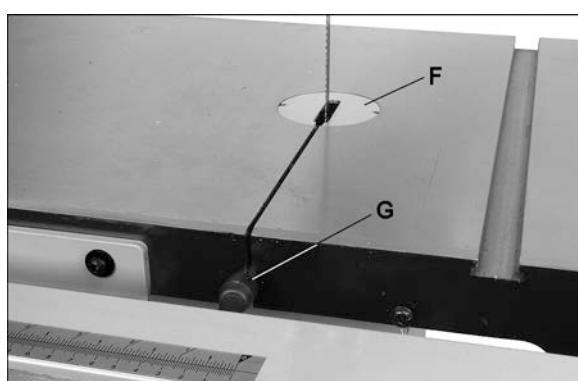

Fig 32
Retirez l'insertion de table (F, Fig 32) et la goulotte de la table (G).